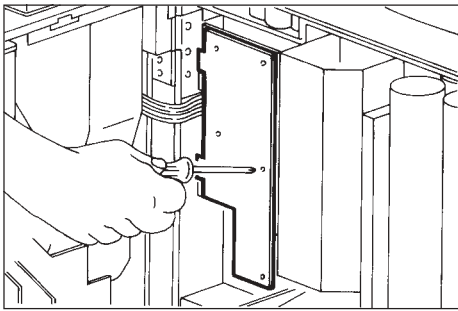
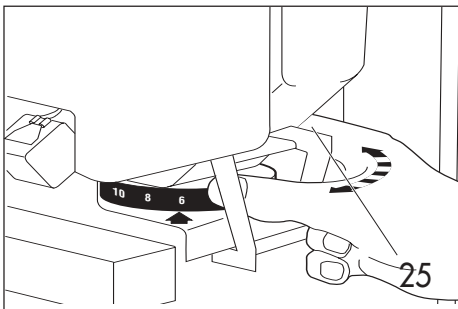

Fig. 11
Fig. 12
- Para conectar la llave se deben quitar los tres tornillos que sujetan la base móvil que soporta el monedero de cambio y hacer girar la base (Fig. 11) con el fin de poder acceder al conector que esta en la placa del teclado. Introducir la llave en el conector indicado en la placa del teclado (Fig. 12).